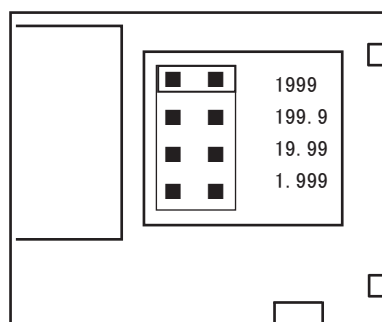

图2
2. 小数点设定 (如图2)
用烙铁焊接“图2”标示的焊点位置，即可设置相应的小数点显示。